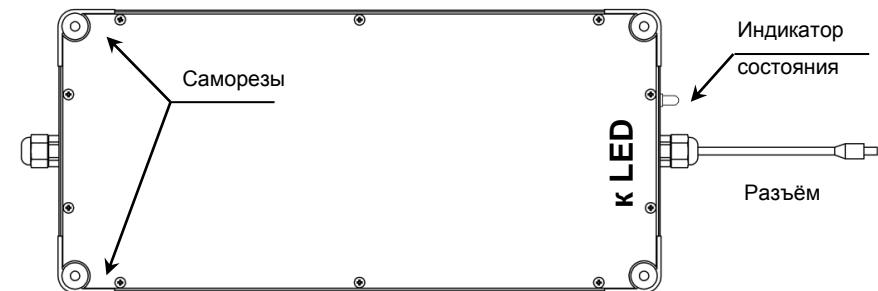

Рис.1 Выносная коробка БАП
- Открыть выносную коробку с БАП, открутив десять саморезов (рис. 1)
- Подключить разъем выносной коробки с БАП к разъему светильника (рис.1)